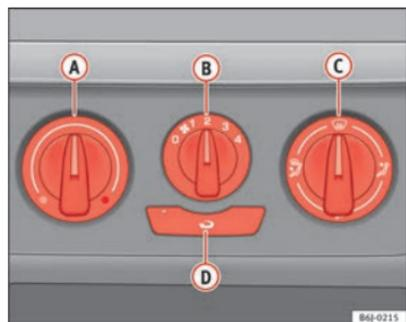

Fig. 89 Mandos de la calefacción en el tablero de instrumentos
- Con los reguladores **A** y **C** y con el mando **B** ⇒ fig. 89 se regula la temperatura, la distribución del aire y la velocidad de la turbina.